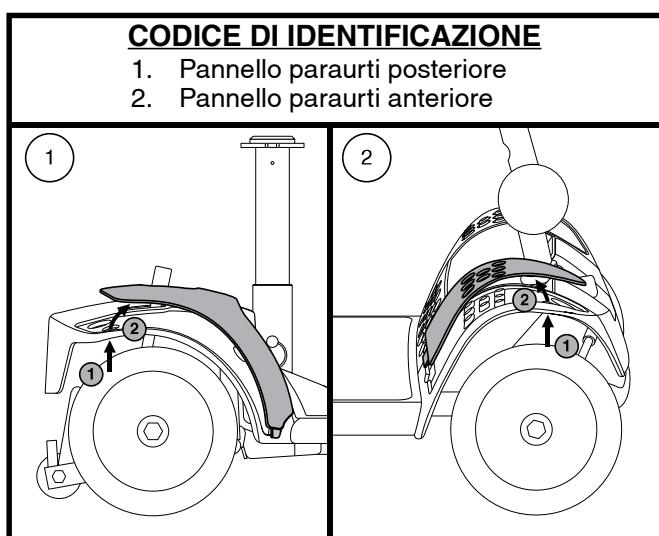

Figura 16. Pannello paraurti
2. Spingere attraverso il foro per separare il pezzo dal miniscooter. **Vedere figura 16.**
NOTA: Quando si installa il pannello paraurti anteriore e posteriore, verificare che la scheda nella parte inferiore del pannello sia inserita nell'apertura prima di fissare il pannello. Vedere figura 16.